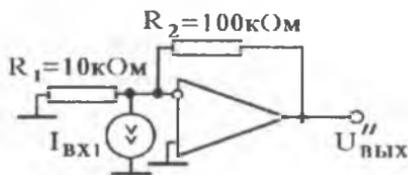

Рисунок 10 – Схема для расчета погрешности от  $I_{вх1}$
2) Схема для расчета  $U''_{вых}$ , обусловленного влиянием  $I_{вх1}$ , приведена на рисунок 10 (ток  $I_{вх2}$  не вызывает погрешности, т.к. неинвертирующий вход ОУ закорочен).